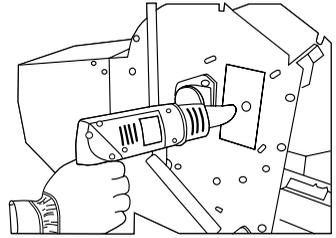

Bild 31
**Hinweis:** Die Senkschrauben sind mit hochfestem Schraubensicherungskleber eingeklebt und müssen vor dem Lösen erwärmt werden, z. B. mit einer Heißluftpistole (siehe „Bild 31“).